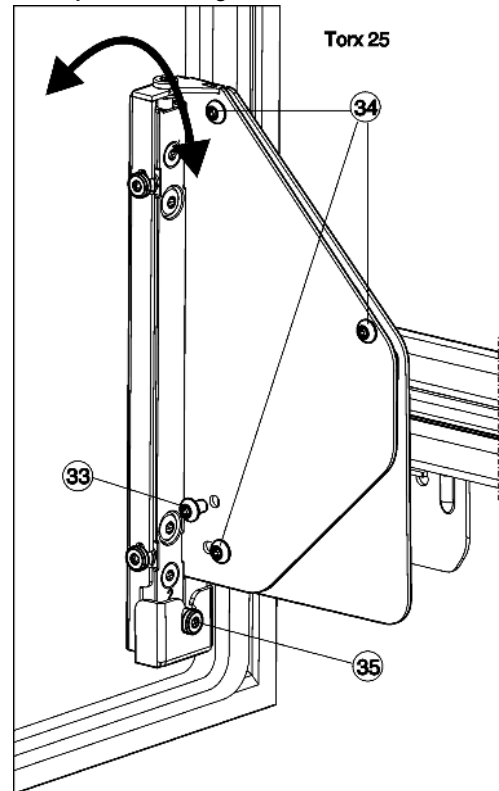

Fig. 26
- Csavarozza ki teljesen a csavart Fig. 26 (33).
- ▷ Kezelje a csavart Fig. 26 (33) hulladékként, a továbbiakban nincs rá szükség.
- A csavarokat Fig. 26 (34) csak 1-2 fordulattal lazítsa meg.
- Tekerje el a szabályozócsavart Fig. 26 (35). Az óramutató járásával megegyező irányba: az ajtó a gép burkolatától távolodva, felfelé dől. Az óramutató járásával ellenkező irányba: az ajtó a gép burkolatától távolodva, a gép irányában lefelé dől.
- Húzza meg újra az összes csavart Fig. 26 (34), ha beállította a dőlésszöveget.